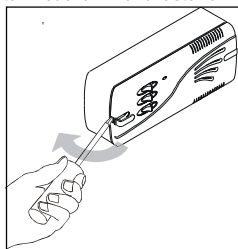

Abb.2a :
- 1 Lösen Sie die Frontplatte vom Montagerahmen, indem Sie die Schraubenabdeckungen abnehmen und die zwei Schrauben entfernen (siehe Abb. 2a und 2b).